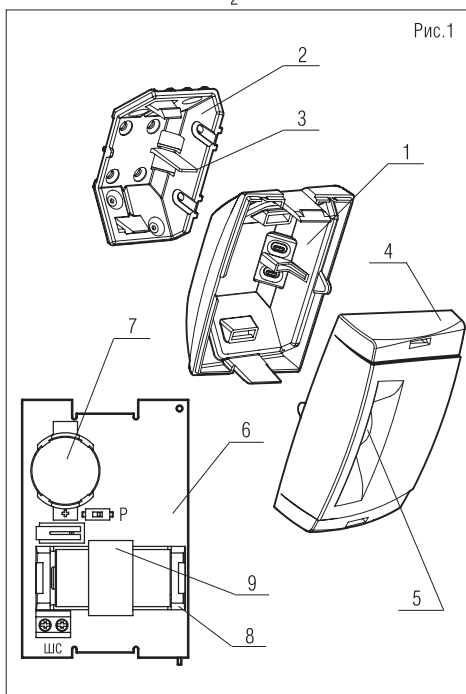

Рис.1
ИС выполнен в виде одного блока (Рис.1) и состоит из: основания (1), кронштейна (2) с фиксатором датчика отрыва от стены (3), крышки (4), с установленной линзой Френеля (5), и печатной платой (6).
1. Установить в ИС основную батарею, изъав фиксатор (9) (Рис.1). Наблюдать индикацию переходных режимов согласно Таблице 2.
10. Закрепить основную батарею в держателе (8) (Рис.1),